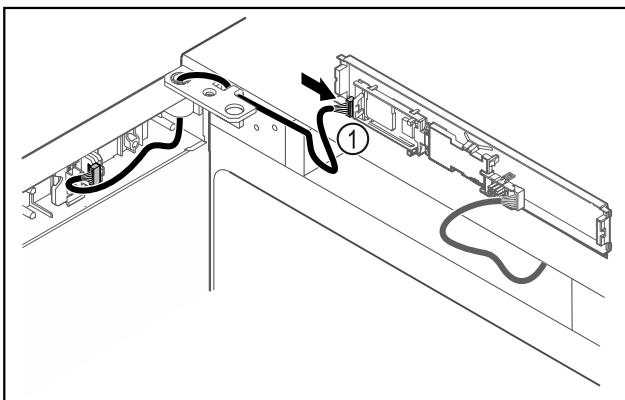

Fig. 38
► Stecker Fig. 38 (1) an Platine anstecken.